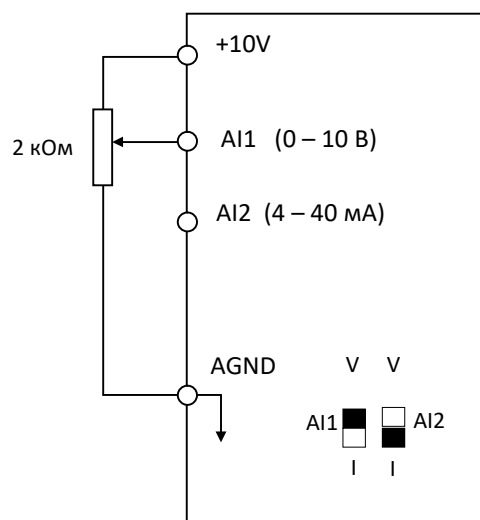

Рис. 4.3.4 Аналоговый вход, как основной источник задания частоты
- Если внешний аналоговый сигнал задания частоты на входе AI1 в виде напряжения, установите перемычку «AI1» на плате центрального процессора в верхнее положение «V». Если внешний аналоговый сигнал задания частоты на входе AI1 в виде тока, установите перемычку «AI1» на плате центрального процессора в нижнее положение «I». (см. рис.4.3.4.)